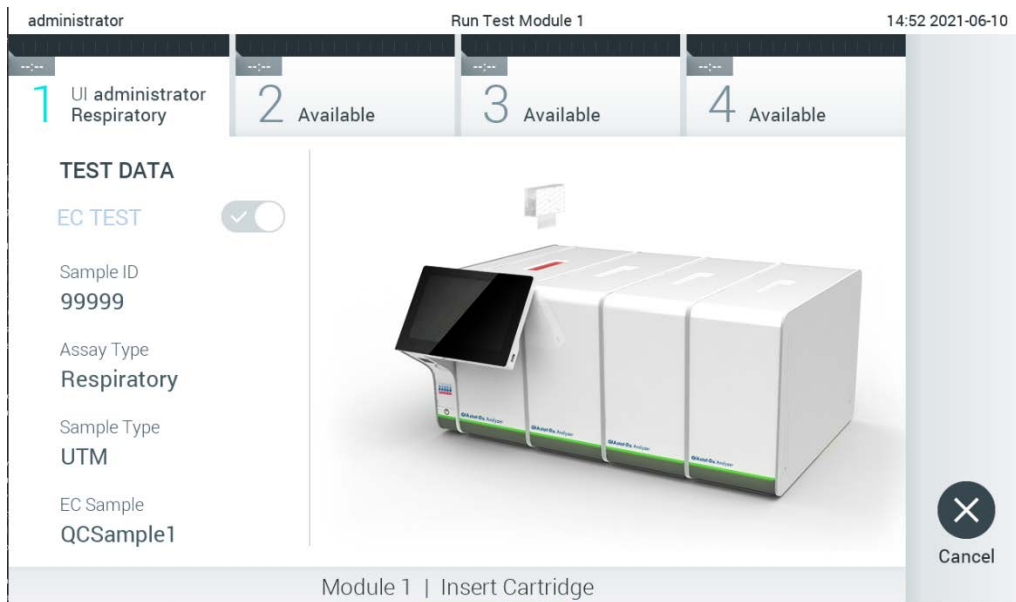

Figura 93. Introducerea cartușului de test QIAstat-Dx în QIAstat-Dx Analyzer 1.0.
- Asigurați-vă că ambele capace ale probelor aferente orificiului pentru tampon și orificiului principal din cartușul de test QIAstat-Dx sunt bine închise. Atunci când se deschide automat orificiul de introducere a cartușului, din partea de sus a QIAstat-Dx Analyzer 1.0, introduceți cartușul de test QIAstat-Dx cu codul de bare îndreptat către stânga și cu camerele de reacție orientate în jos (Figura 93).